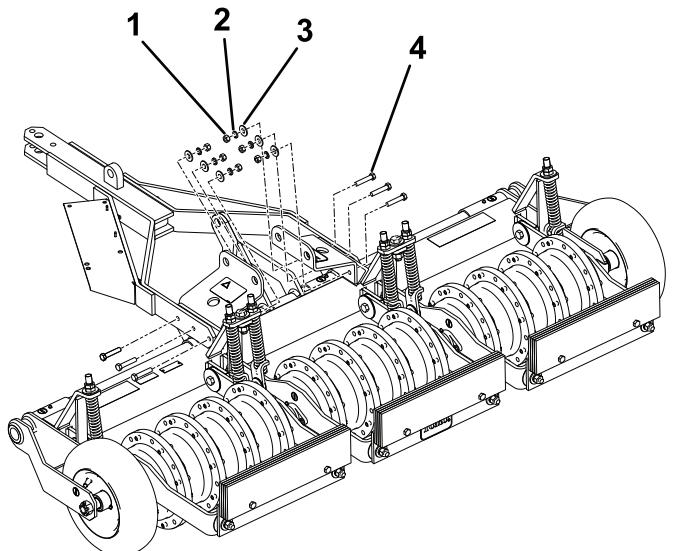

Figura 6
4. Prenda o conjunto do garfo e os suportes com as ferragens como se mostra na Figura 6 e aperte as porcas com 54 a 74 N·m.